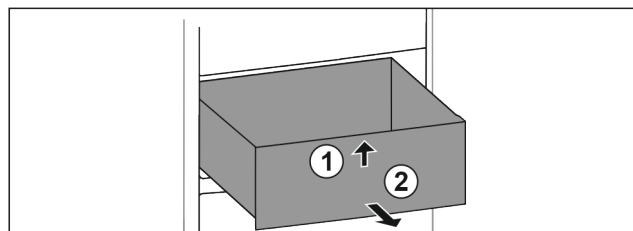

Fig. 29
- Sollevare il cassetto dal davanti. Fig. 29 (1)
- Rimuovere il cassetto tirandolo in avanti. Fig. 29 (2)